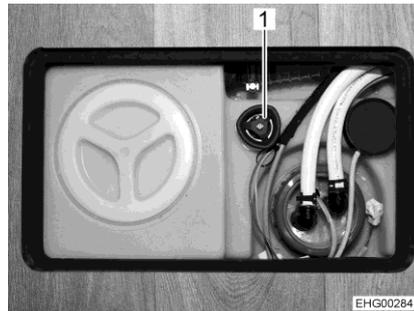

Bild 105 Drehgriff (Wassertank)
- Auf dem Wassertank den Drehgriff (Bild 105,1) im Uhrzeigersinn bis zum Anschlag drehen.
- Auf dem Wassertank den Drehgriff (Bild 105,1) entgegen dem Uhrzeigersinn bis zur ersten Raste drehen. Das Wasser läuft bis auf ca. 20 Liter aus.
- Auf dem Wassertank den Drehgriff (Bild 105,1) entgegen dem Uhrzeigersinn über den Widerstand hinaus bis zum Anschlag drehen, um die Ablauföffnung vollständig zu öffnen.